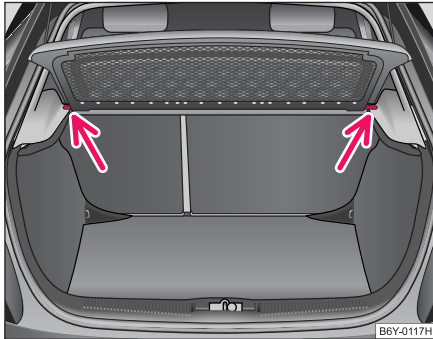

Abb. 55 Ausbau der Gepäckraumabdeckung
- Ziehen Sie die Abdeckung nach hinten aus den vorderen Haltern ⇒ Abb. 55.